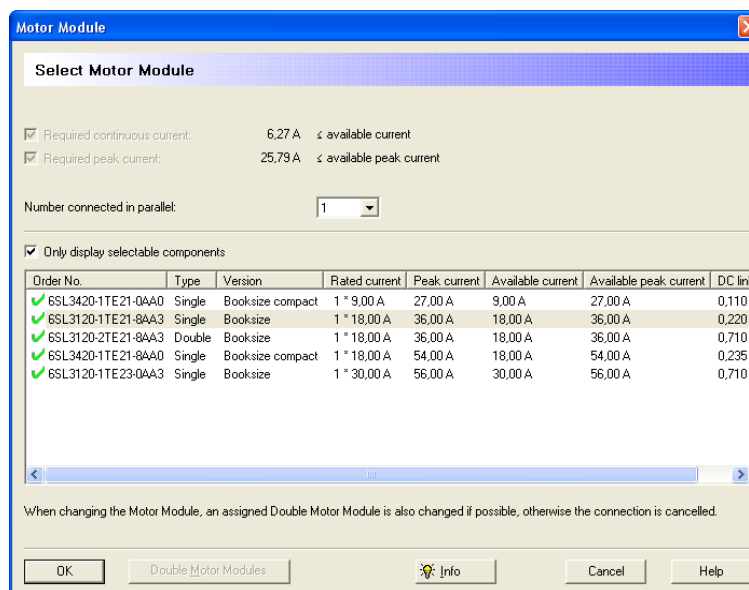

Figura 3.2.36 "Select Motor Module"
- *Motor Module*: mostrara una ventana (figura 3.2.36) en la cual se elegirá el módulo que mejor se ajuste al motor anteriormente seleccionado.